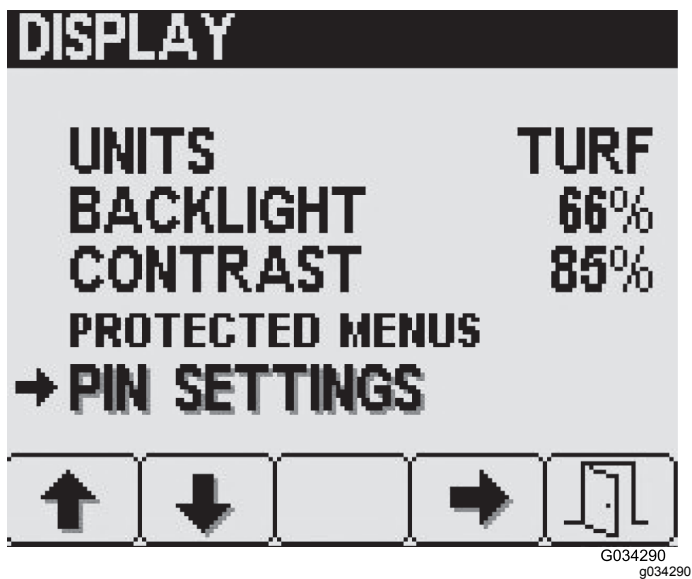

Figure 29
Réglages PIN, puis appuyez sur la touche 4 pour sélectionner "Réglages PIN" (Figure 29).
- Sur l'écran de Réglages PIN, appuyez sur la touche 2 jusqu'à atteindre l'option de Changement du code PIN, puis appuyez sur la touche 4 pour sélectionner "Changement du code PIN" (Figure 29).